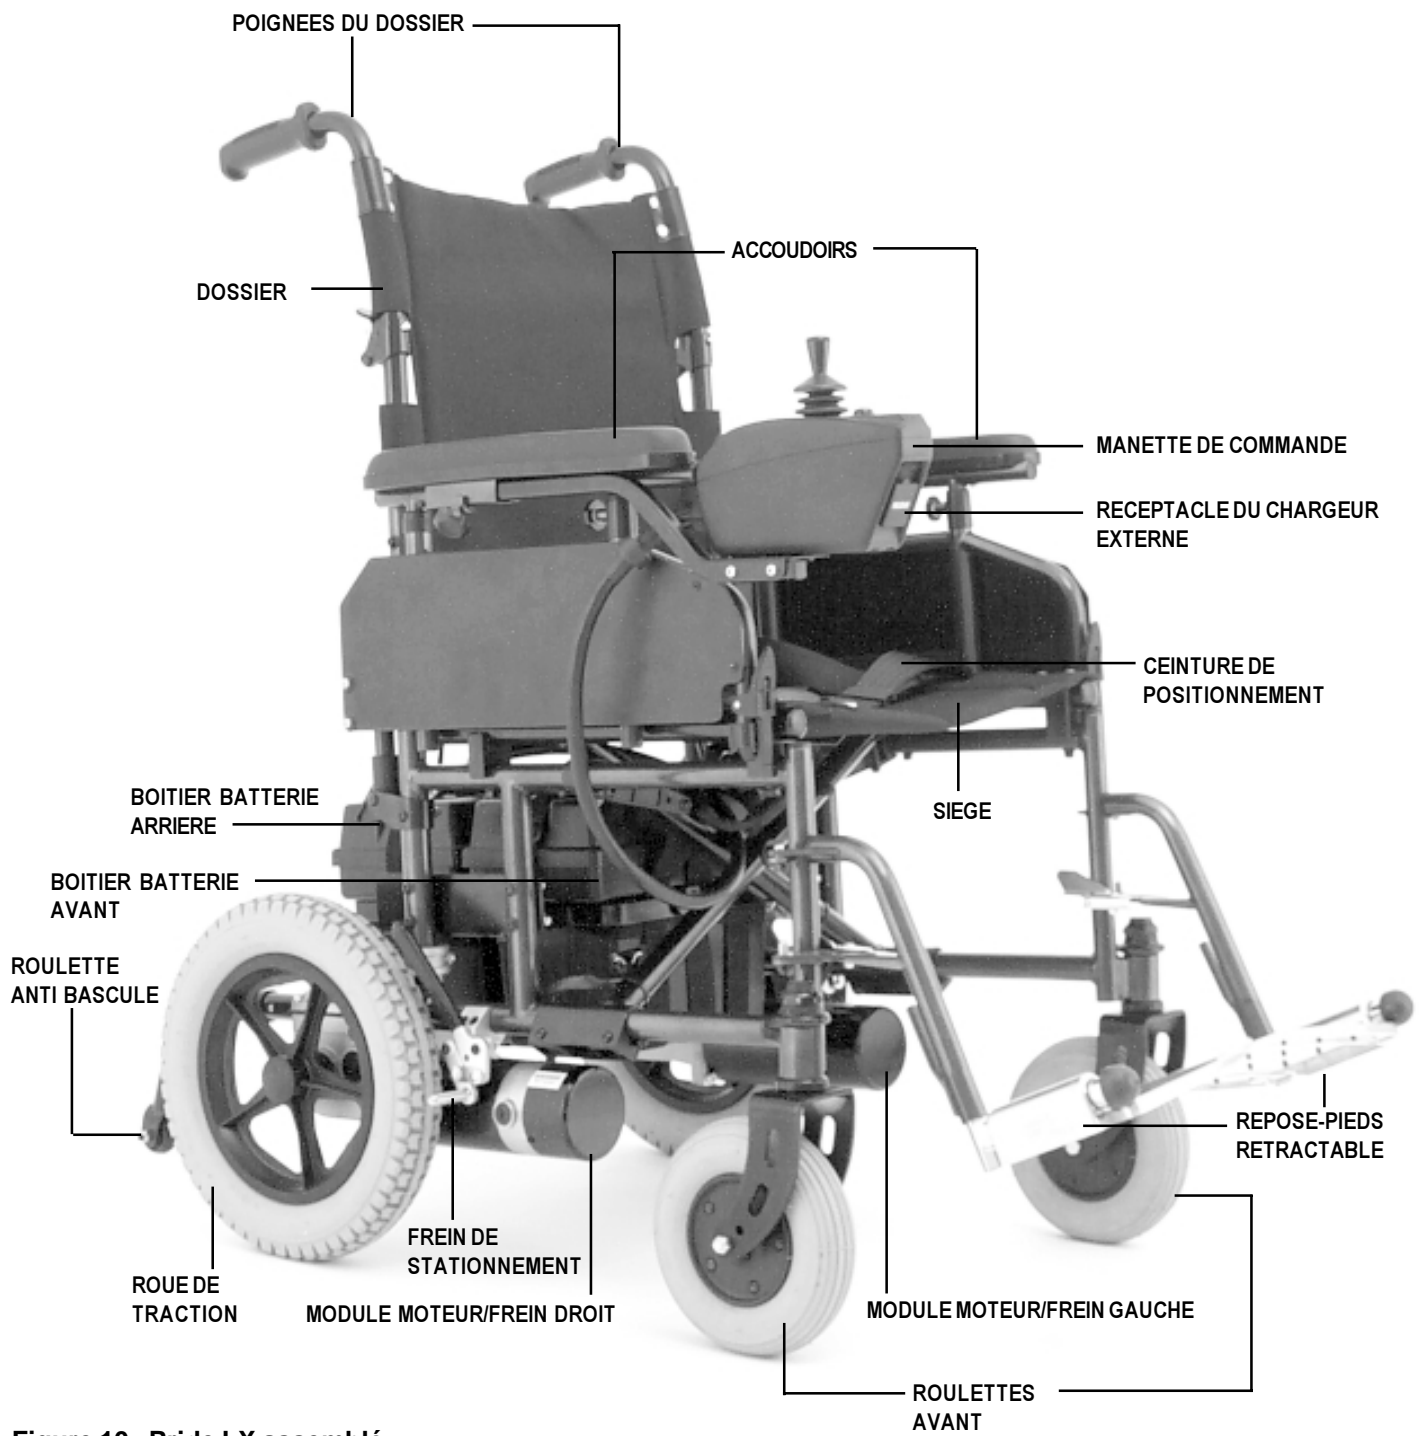

Figure 10. Pride LX assemblé
15. Sortez le chargeur à batteries de sa boîte et branchez-le au réceptacle de chargeur externe. Voir la figure 10. Suivez les instructions se trouvant sur le chargeur.
Le chargeur à batteries est une composante essentielle pour assurer une bonne performance à long terme. Votre fauteuil est équipé d'un chargeur externe qui se branche dans le module de commande. Voir les figures 10 et 29. Suivez les instructions fournies avec le chargeur.